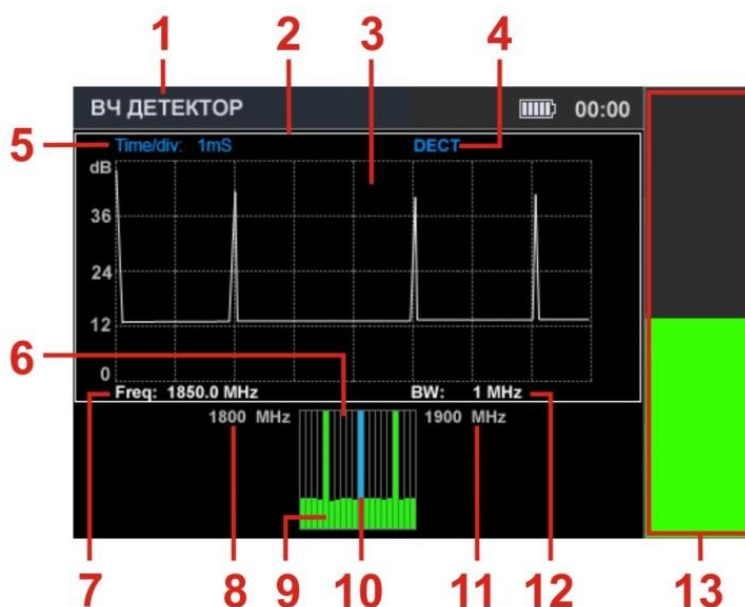

Рис.19
Экран прибора после включения функции представлен на рис.19.
**Цифрами на рис.19 обозначено:**
- ИНДИКАТОР уровня сигнала (рис.19, п.13);
- ОСЦИЛЛОГРАФ (рис.19, п.3);
- СПЕКТРОАНАЛИЗАТОР (рис.19, п.6).
В окне ИНДИКАТОРА (рис.19, п.13) отображается уровень сигнала на частоте маркера (рис.19, п.7) СПЕКТРОАНАЛИЗАТОРА (рис.19, п.10). В два других окна выводятся осциллограмма (рис.19, п.3) и спектрограмма (рис.19, п.6). Одновременно активно только одно окно, которое выделяется белой рамкой (рис.19, п.2). Переключение между окнами ОСЦИЛЛОГРАФА и СПЕКТРОАНАЛИЗАТОРА, осуществляется с помощью кнопок  и .